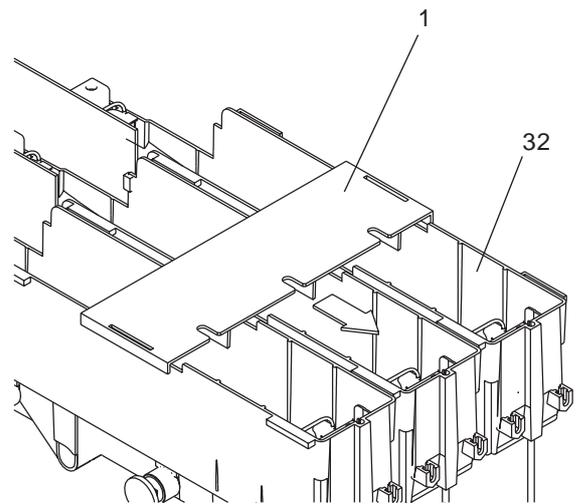

Fig. 6b
b) Montaggio del diaframma isolante (fig. 6b)
b) Assembling the insulating partition (fig. 6b)